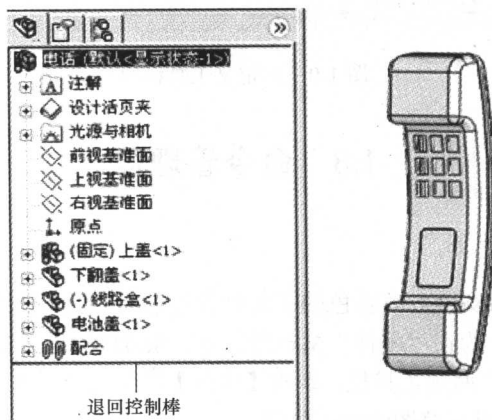
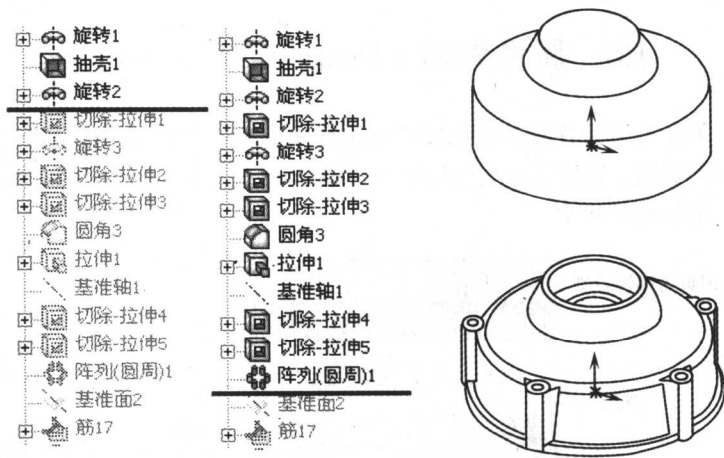
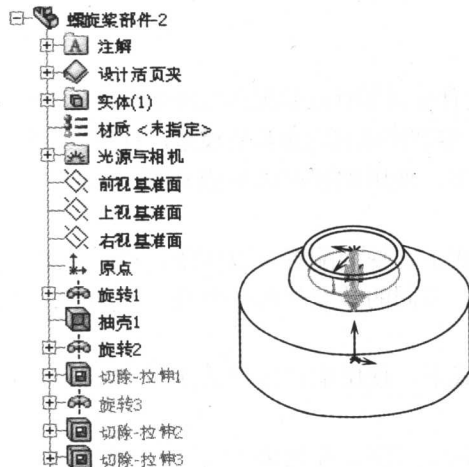

图 1-12 特征管理设计树示意图
图 1-13 使用特征管理设计树
图 1-15 视图中显示的特征管理设计树
特征管理设计树位于 SolidWorks 2006 应用程序的左侧，提供了当前激活文档中的大纲视图，通过它，在“零件”文档中可以很方便地查看模型的构造情况，在“工程图”文档中可以很方便地查看工程图中不同纸张和视图。图 1-12 为一个电话装配体文件的特征管理设计树，在其中列出了当前装配体文件中的各个零件。
- 选择对象。可以通过单击特征管理设计树中对象名称选择对象。在图 1-12 中可以通过单击特征设计树中的【(固定) 上盖<1>】选择电话装配体中的上盖零件。
- 控制/查看模型生成过程。特征管理设计树中提供了一个退回控制棒工具，如图 1-12 所示，通过它用户可以控制模型的生成过程，将模型退回到任意一个生成位置上，使用方法为按住鼠标左键拖动即可。图 1-13 为退回控制棒在两个位置时及该位置上的模型视图，由图中可以看到退回控制棒下面部分的特征以灰色显示，表示该部分特征已经被压缩。
特征管理有两种显示模式，图 1-13 为非编辑状态时的特征管理设计树，对于编辑中的模型，在需要显示属性管理页时，特征管理设计树将在视图区显示，如图 1-15 所示。由此在进行零件编辑时，可以更方便地选择需要的特征或草图。